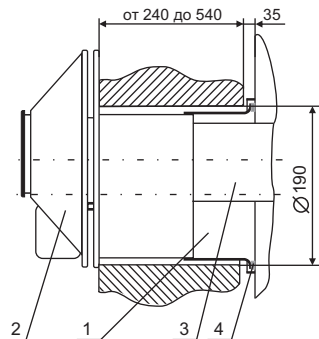

Рис. 5. Дымовоздушный блок котла мощностью 5 кВт
6.3.3. **Для котла мощностью 5 кВт.** Установить газоход наружный (п. 2, рис. 5) горизонтально в канале до упора с внешней плоскостью стены, совместив его с воздухопроводом (п. 1, рис. 5), и зафиксировать деревянными клиньями. **Разрывы в соединениях не допускаются!**